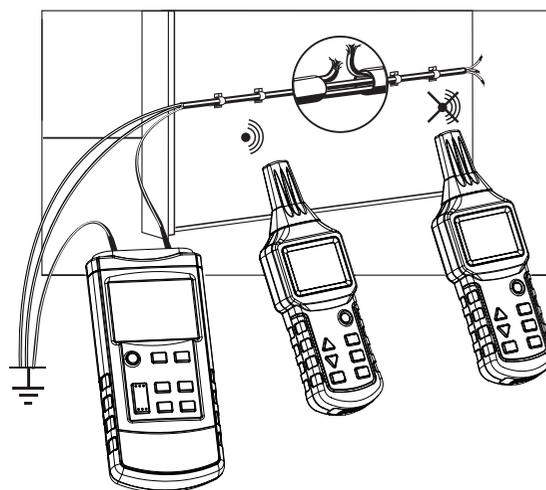

图3-1-3
- 所有没有使用的线路均必须按照图3-1-3所示和一辅助地线相接;
- 将发射机如图3-1-3所示和一芯线及一辅助地线相连。